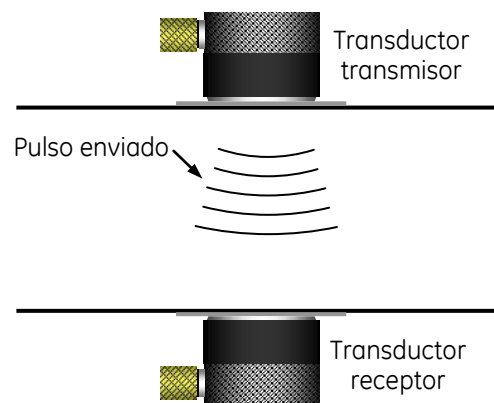

Figura No. 66: Transmisión a través (through—transmission)
- c. **Transmisión a través (through—transmission):** También se usa un transductor transmisor y uno receptor, solo que en este caso se encuentran localizados en superficies opuestas. En este modo de inspección el pulso viaja a través de la pieza inspeccionada y es recibido en la superficie opuesta al transductor transmisor, figura No. 66. La alineación entre los transductores es crítica.